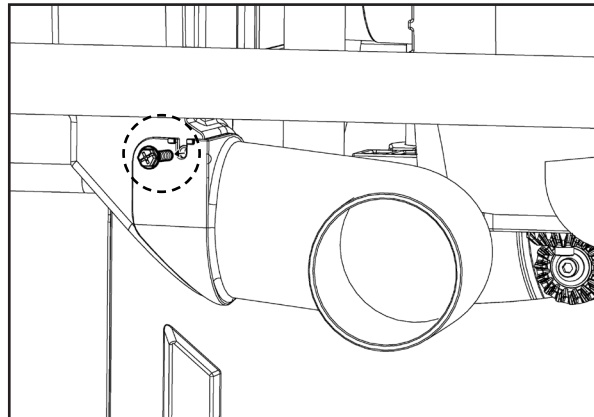

Figura 61
1. Retire el tornillo hexagonal ubicado en la parte posterior del conducto de polvo utilizando la llave Allen bidireccional de 3/16 pulgada (en forma de L) suministrada . Vea la Figura 61.